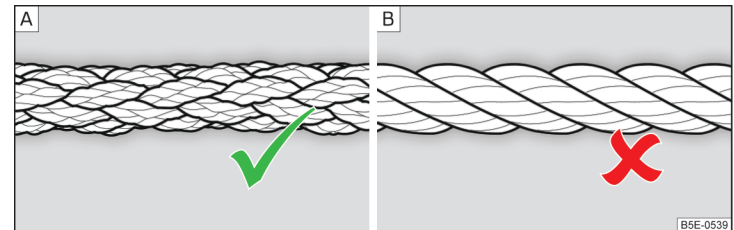

Abb. 253 Geflochtenes Abschleppseil / Gewundenes Abschleppseil
Zum Abschleppen mittels eines Abschleppseils nur ein geflochtenes Kunstfaserseil » Abb. 253 - [\[A\]](#) verwenden » !.
- Zum Abschleppen ist kein gewundenes Abschleppseil zu verwenden » Abb. 253 - [\[B\]](#), die Abschleppöse könnte sich am Fahrzeug herausdrehen - es besteht Unfallgefahr.